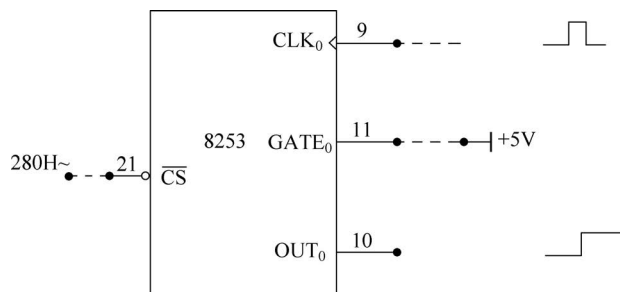

图 3.11 计数器电路
(1) 实验内容。
① 实现一个计数器。按图 3.11 所示连接电路,将计数器 0 设置为方式 0,计数器初值为 $N(N \leq 0FH)$,手动逐个输入单脉冲模拟计数。每按一次开关,从两个插座上分别输出一个正脉冲和负脉冲。编程在屏幕上显示计数值,并同时用逻辑笔观察 OUT_0 的电平变化(当输入 $N+1$ 个脉冲后 OUT_0 变为低电平)。